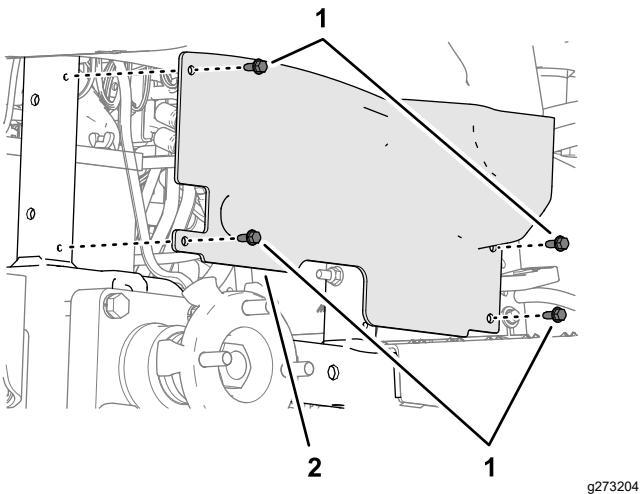

Figura 31
3. Retire los 4 tornillos con arandela prensada ($\frac{1}{4}$ " x $\frac{5}{8}$ ") que sujetan la cubierta de la rueda al bastidor de la máquina (Figura 31).
6. Alinee los orificios de la cubierta de la rueda con el bastidor de la máquina (Figura 31), y sujeté la cubierta al bastidor con los 4 tornillos con arandela prensada ($\frac{1}{4}$ " x $\frac{5}{8}$ ") que retiró en el paso 3.